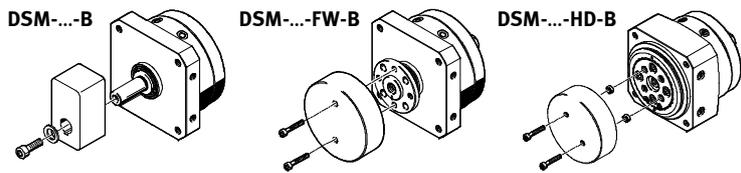

Fig. 9
- Posizionare la massa movimentata sull'albero portante (albero cilindrico/albero flangiato/piatto rotante) (Fig. 9)